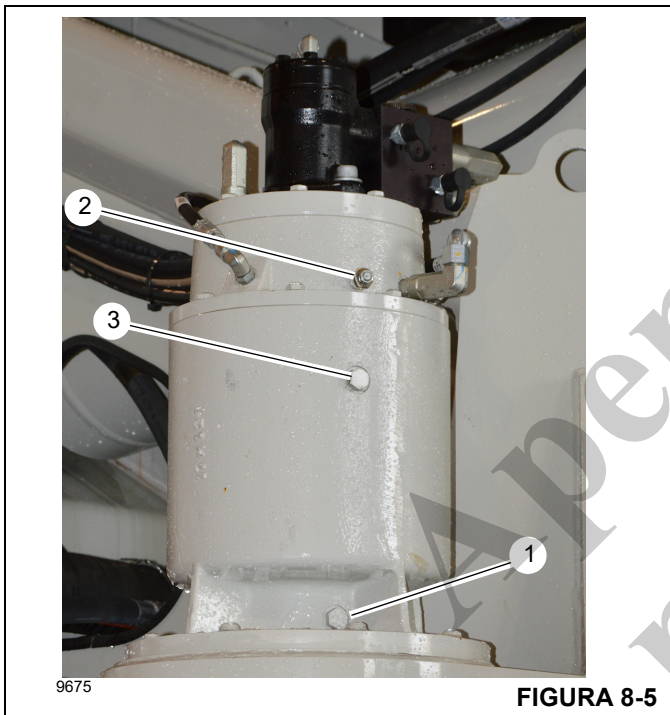

FIGURA 8-5
1. Remova o bujão de dreno (1, Figura 8-5) e o bujão de respiro (2) para drenar o óleo da caixa de engrenagens.
3. Recoloque o bujão do dreno (1). Inspeção e substitua o anel de vedação conforme necessário.
4. Remova o bujão de nível/enchimento de óleo (3). Abasteça a caixa de engrenagens de giro com 2,4 l (2.5 qt) do tipo de óleo apropriado e, em seguida, recoloque o bujão de respiro (2) e o bujão de nível/enchimento (3). Inspeção e substitua os anéis de vedação conforme necessário. Consulte “Pontos de lubrificação” na página 8-3 deste manual.